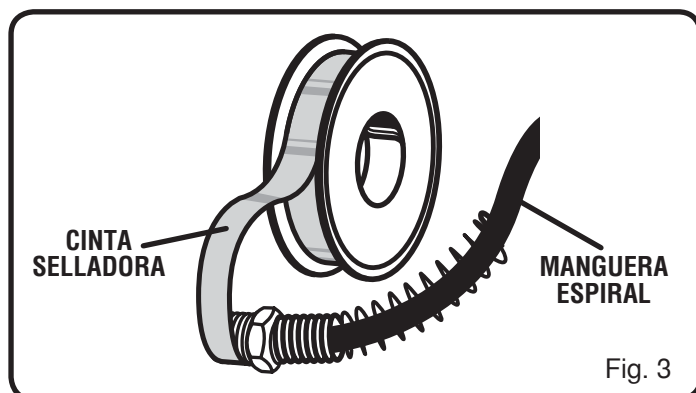

Fig. 3
- Aplique cinta para sellar roscas a ambos extremos de la manguera espiral y en cada extremo roscado macho (Fig. 3).